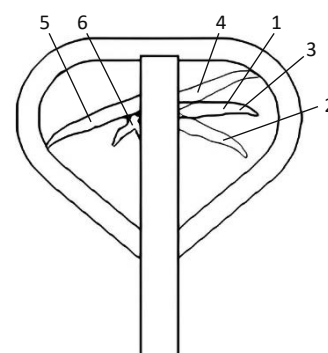

Fig. 5
- Pentru a ridica încărcături, puneți maneta (1) în poziția de ridicare și balansați mânerul. (Fig. 5)
- Pentru a deplasa unitatea, poziționați maneta (1) în poziția liberă. Când maneta este în poziția liberă și mânerul este balansat, furcile nu vor fi ridicate sau coborâte.
- Pentru a coborî încărcăturile, puneți maneta (1) în poziția de coborâre. Furcile vor coborî automat.
- Atunci când pârghia (5) este plasată mai jos, unitatea va fi setată într-o stare de mișcare liberă.
- Când maneta (5) este plasată deasupra, unitatea va frâna.
- Maneta (6) este utilizată pentru eliberarea frânei.